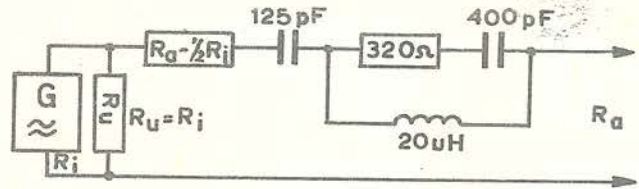

FIG. 2
**HF** - Het meetsignaal 30% in amplitude moduleren met 1000 Hz en via meetkop (fig.2) toevoeren aan de AM antenneingang.